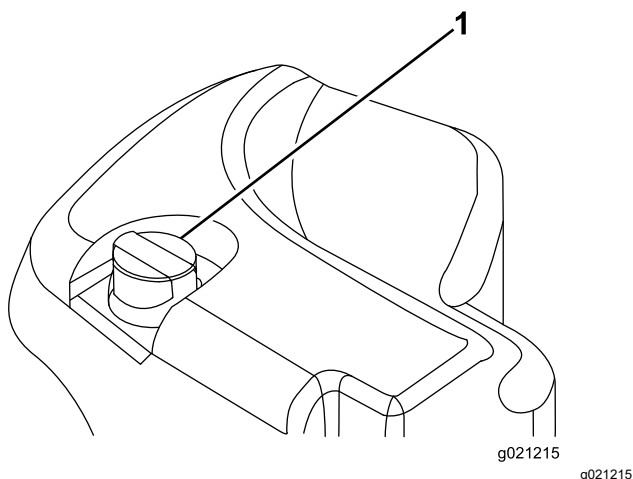

Bild 72
2. Reinigen Sie den Bereich um den Füllstutzen und den Deckel des Hydraulikbehälters (Bild 72).